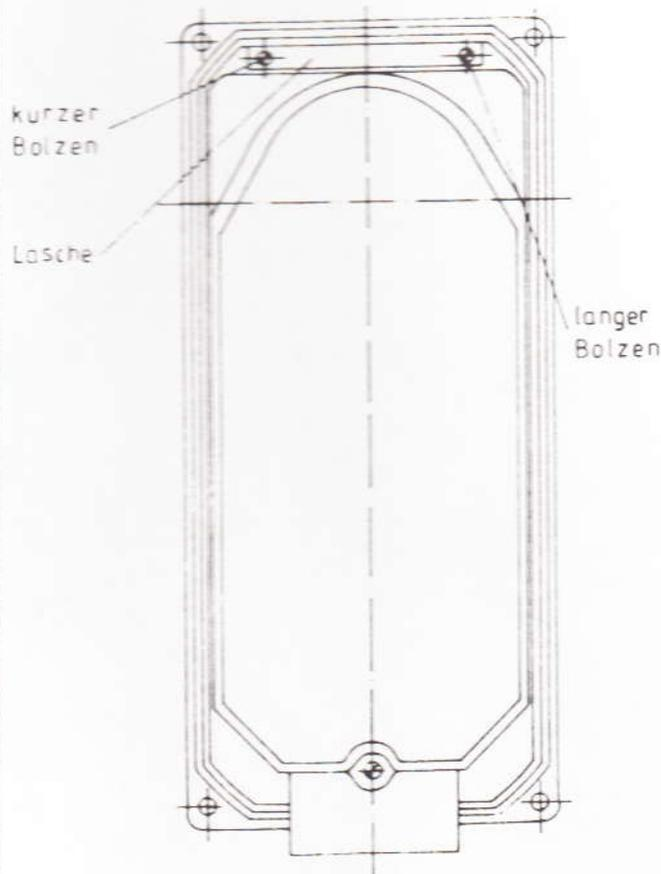

Abb.3
3.) Montage mit Schloßbefestigung Abb.3 Abb.4
- a) Beiliegende Bolzen und Lasche nach Abb.3 auf der Rückseite montieren